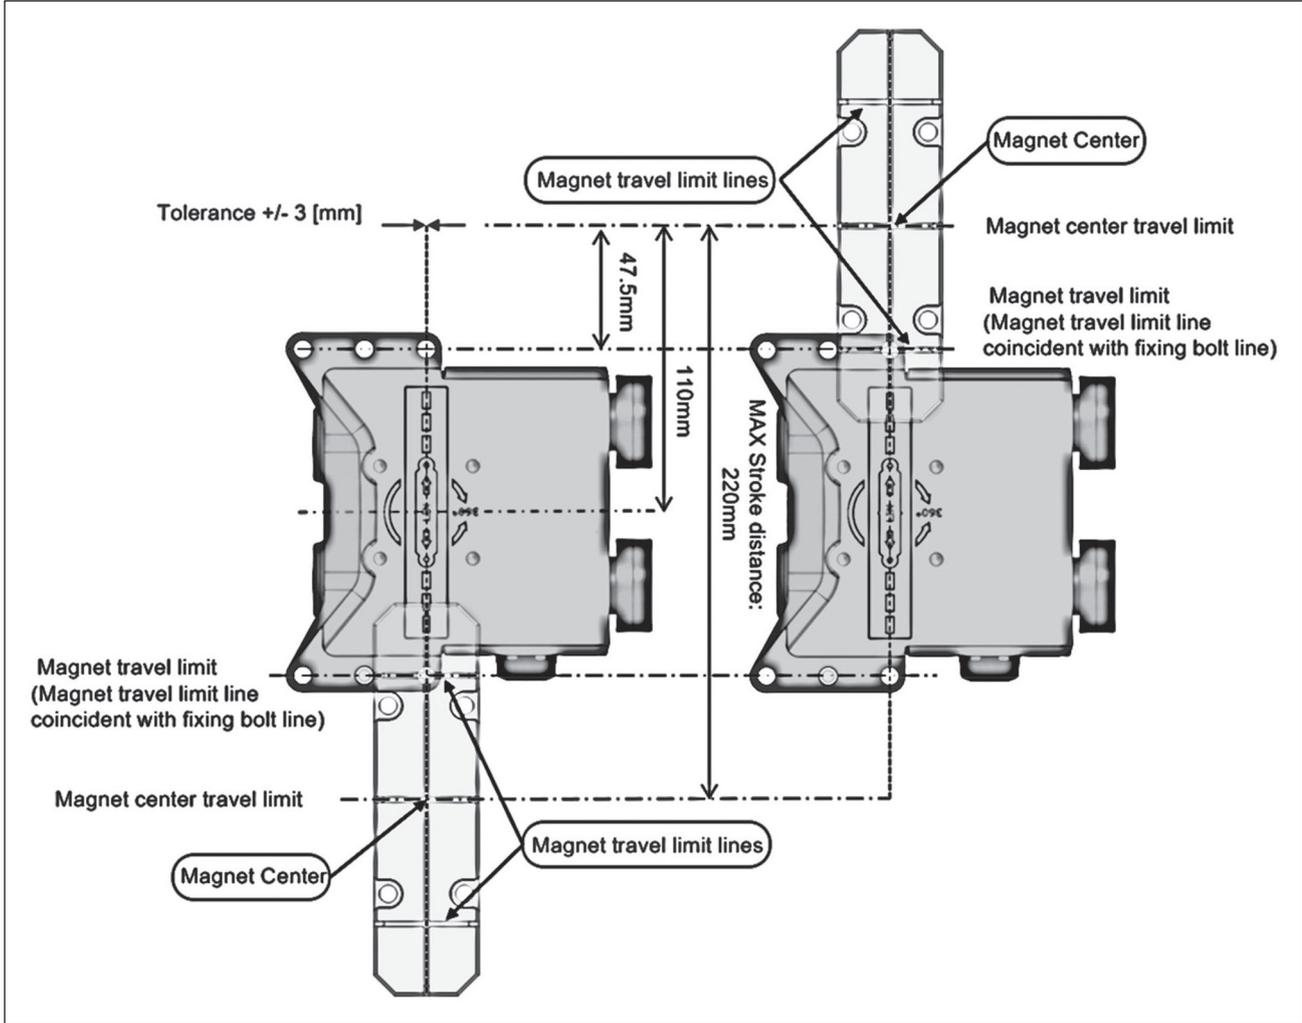

図 27.
4. 以下のマグネット配列要件を超過していないかを確認してください。図27を参照。